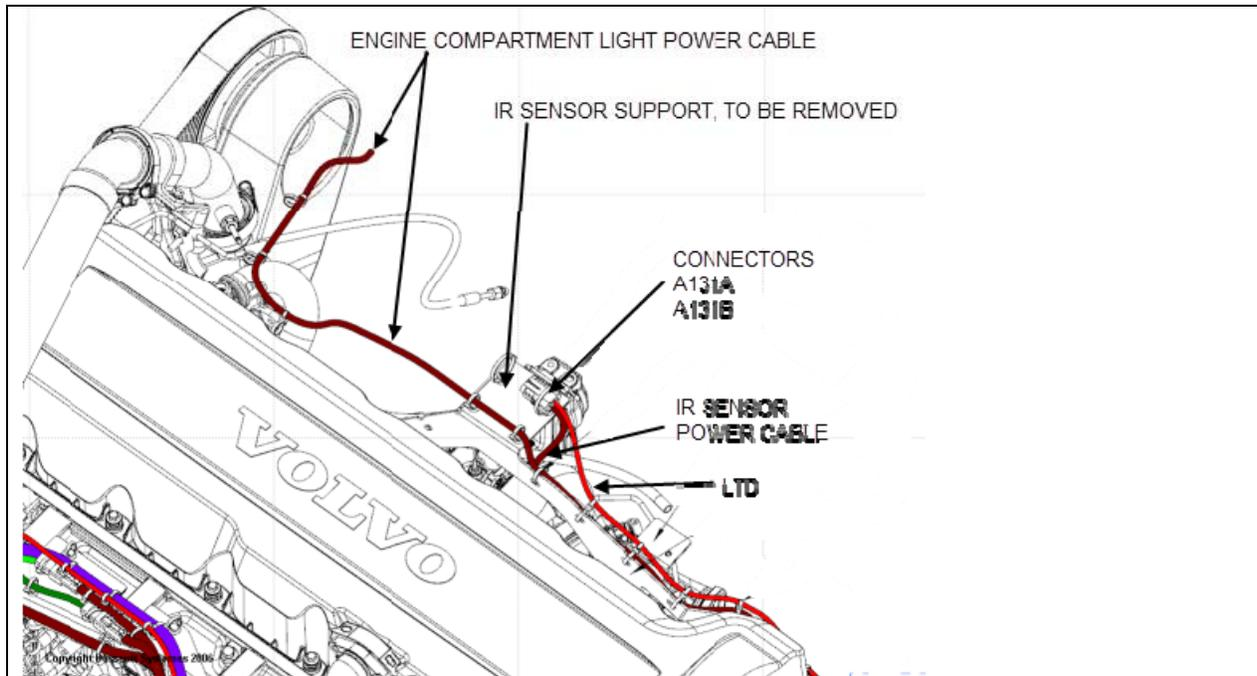

FIGURE 11: IDENTIFICATION DES COMPOSANTES ET CÂBLAGES
- 1) Localiser le capteur optique et le support au-dessus du turbocompresseur (FIGURE 11).